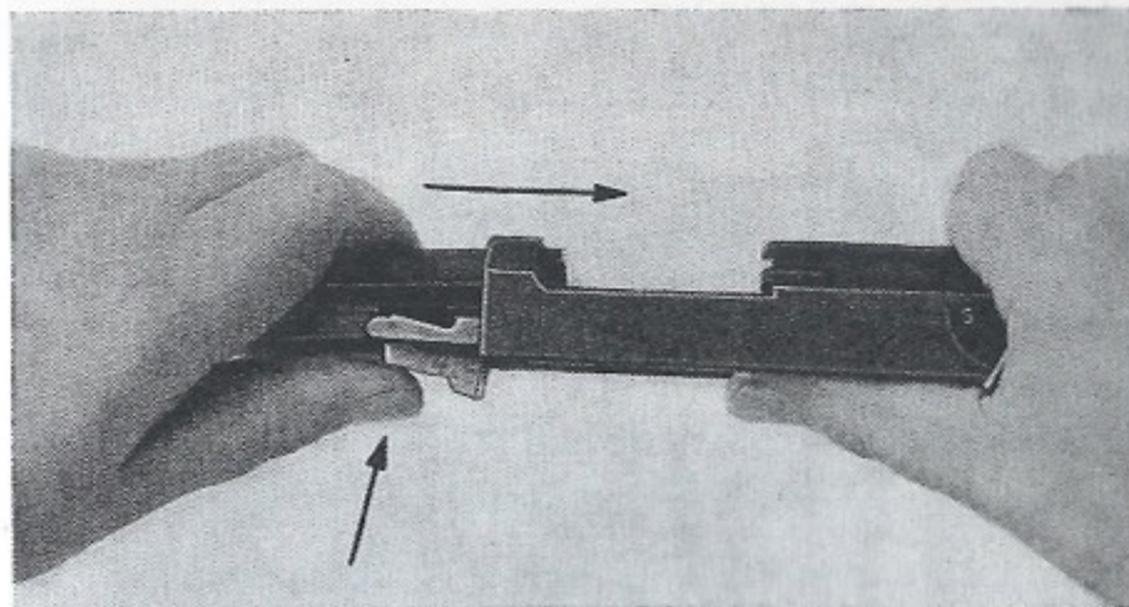

Bild 6
- (1) Das Rohr in den Verschuß einsetzen, nach hinten führen und gleichzeitig durch Hochdrücken des Verriegelungsstückes verriegeln (Bild 6 und 7).